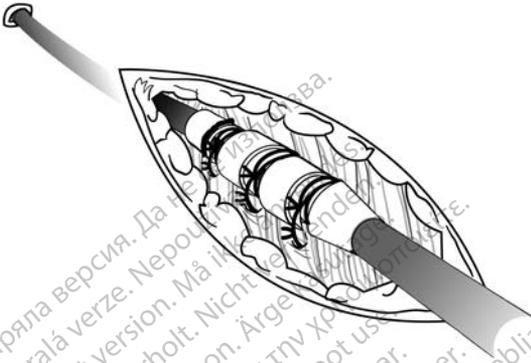

Abbildung 12. Beispiel einer Nahtmanschette, perkutane Implantationstechnik
1. Ziehen Sie die Einführschleuse ab, und schieben Sie die distale Nahtmanschette tief in das Gewebe hinein (Abbildung 12 Beispiel einer Nahtmanschette, perkutane Implantationstechnik auf Seite 36).